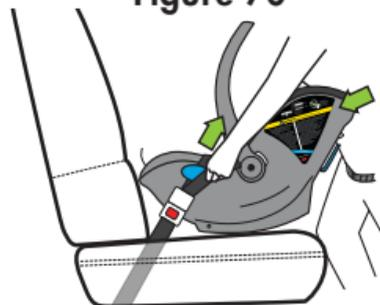

Figure 71
- Utilisez votre corps pour pousser le porte-bébé contre le dossier du siège du véhicule tirez sur l'extrémité libre de la ceinture sous-abdominale pour éliminer le mou, comme le montre la **Figure 71**.